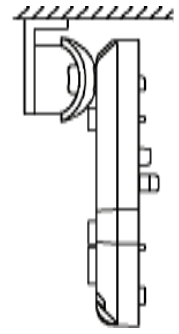

Рисунок 2 - Основание извещателя и кронштейн
- снимите крышку извещателя, отжав при помощи отвертки фиксатор крышки через отверстие, расположенное в нижней части основания извещателя (рисунок 2);
- просверлите в основании извещателя отверстия (см. рисунок 2), которые будут использоваться для прокладки проводов и крепления извещателя;
1. После закрепления извещателя на кронштейне, повернуть корпус извещателя в вертикальной плоскости в соответствии с выбранной высотой установки, отмерив расстояние (L) от стены до края основания при снятой крышке (рисунок 2, таблица 2).